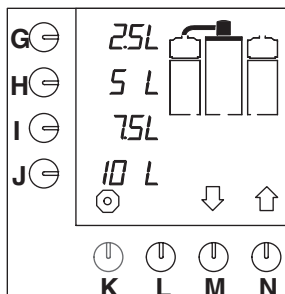

Fig. 8 Ecran de démarrage
- Le témoin lumineux de l'interrupteur s'allume. Les options par défaut s'affichent sur l'écran de contrôle (fig.8).